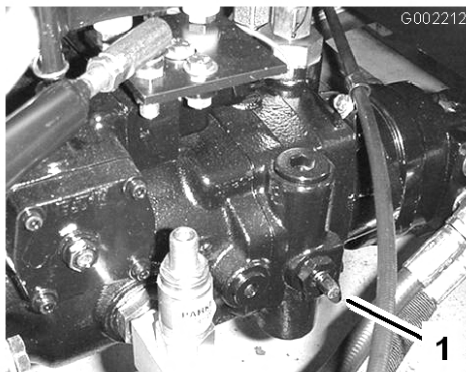

Figura 25
1. Girate la valvola di traino a (Figura 25) 90° in qualsiasi senso per aprirla.